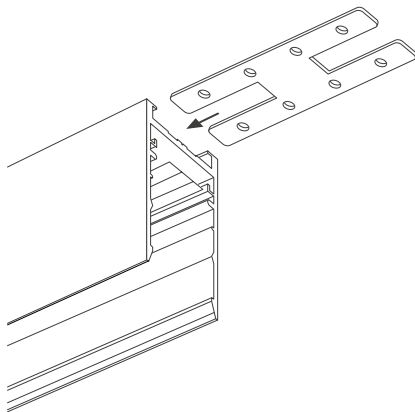

Рис. 4. Установка коннектора в пазы шинопровода
- 3.15. Установите в паз шинопровода коннектор прямой MAG-CON-25-UP арт. 033432 на половину его длины и закрепите установочными винтами из комплекта поставки (см. рис. 4). Предварительно снимите торцевую заглушку в случае ее наличия. Ответную часть коннектора установите в соответствующие пазы другого шинопровода и/или коннектора и закрепите установочными винтами.